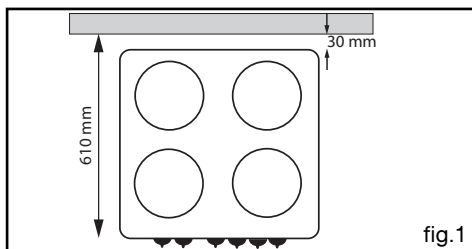

fig.1
- Les échauffements produits par son fonctionnement classent cette cuisinière en classe 1 (appareil isolé) ou en classe 2 - sous classe 1 (incorporable ou non incorporable, fig.1), selon norme gaz : EN 30-1-1.
Vous devez respecter la côte d'encastrement suivante (fig.1, vue de dessus):